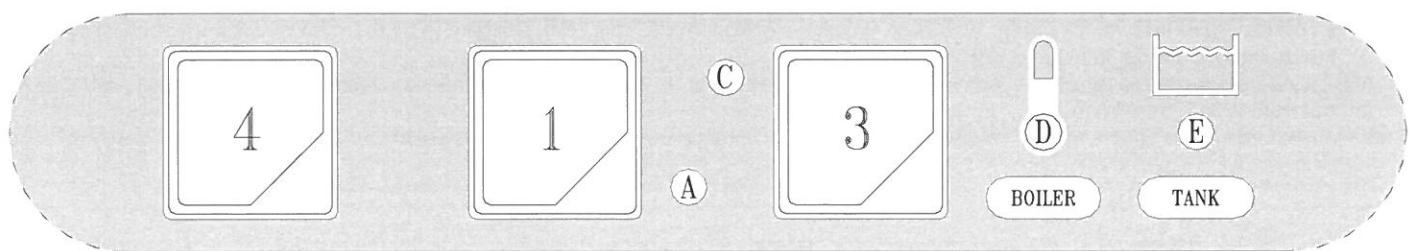

Рис. 3-2
- После завершения запуска воды откройте дверцу (I) и добавьте моющее средство (около 2 г на литр объема бака). Выставьте положение полной корзины (L) и закройте дверцу (I). Выберите с помощью кнопки (4) необходимый цикл мытья: короткий цикл (кнопку нажать) – длинный цикл (кнопку не нажимать). Далее нажмите кнопку ПУСК (3) (держать нажатой по меньшей мере 2 секунды), чтобы запустить цикл мытья, — загорится индикатор (C). После завершения цикла индикатор погаснет. Чтобы выключить машину, поверните выключатель (1) в положение 0. Индикатор (A) покажет, что машина выключена (Рис. 3-2+3-3).
- When the water intake cycle is complete, open the door (I) and add detergent (about 2 g. per litre of tank capacity). Position the full basket (L) and close the door (I). Select the appropriate washing cycle by pressing button (4): short cycle (button pressed) – long cycle (button not pressed). Now press the START button (3) (at least for 2 seconds) and the wash cycle displayed by light (C) will start. When the cycle is over, this light goes out. To turn off the appliance, turn the switch (1) to 0. Light (A) indicates the appliance is off (fig.3-2+3-3).
- Nach erfolgter Füllung die Tür (I) öffnen und das Spülmittel einfüllen (ca. 2g/l Fassungsvermögen des Spülbehälters) Den gefüllten Geschirrkorb (L) einsetzen und die Tür (I) schließen. Das Programm durch Drücken des Druckknopfes (4) wählen kurzer Spülgang (Taste gedrückt) – langer Spülgang (Taste losgelassen). Nun die START-Taste (3) mindestens 2 Sekunden lang drücken, und das Spülprogramm beginnt, die Kontrolllampe (C) leuchtet auf und am Programmende erlischt die Kontrolllampe. Um das Gerät auszuschalten, muß der Schalter (1) auf die Position 0 gestellt werden, die Kontrolllampe (A) erlischt (fig.3-2+3-3).
- Lorsque le remplissage est terminé, ouvrir la porte (I) et verser le détersif (environ 2 g pour chaque litre remplitant la cuve). Introduire le panier (L) plein et fermer la porte (I). Sélectionner ensuite le cycle de lavage en actionnant le bouton-poussoir (4) cycle court (touche enfoncée) – cycle long (touche relâchée). A ce stade, presser le bouton-poussoir START (3) (au moins 2 secondes) et le cycle de fonctionnement commencera, visualisé par la lampe-témoin (C). La fin du cycle coïncide avec l'extinction de ce voyant. Pour arrêter la machine, il faudra débrancher l'interrupteur (1) en le ramenant sur la position 0: lampe-témoin (A) (fig.3-2+3-3).
- Después del llenado, abra la puerta (I) y vierta el detergente (2 gramos aproximadamente por litro de capacidad de la cuba). Introduzca el cesto (L) carga y cierre la puerta (I). Seleccione el ciclo de lavado por medio del selector (4) ciclo breve (tecla pulsada) – ciclo largo (tecla soltada). Pulse ahora START (3) (al menos durante 2 segundos) para arrancar el ciclo de trabajo: se enciende la luz testigo (C), que se apagará al final del ciclo. Para apagar la máquina desconecte el interruptor (1): posición 0, luz testigo (A) apagada (fig.3-2+3-3).